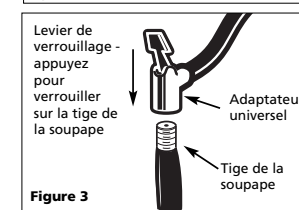

Figure 3
d.) Appuyer sur le levier de verrouillage vers le bas pour le verrouiller sur la tige (voir la figure 3).
- Pour utiliser les accessoires de gonflage, insérer l'accessoire dans l'adaptateur universel et pousser le levier de verrouillage pour verrouiller en place (voir la figure 3). L'accessoire de gonflage s'ajustera serré.